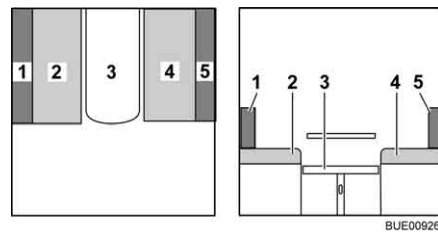

Fig. 87 Durante la transformación
- Quitar el cojín del respaldo (Fig. 87,5) y ponerlo a un lado.
- Tirar del cojín del asiento (Fig. 87,2) hacia el centro.